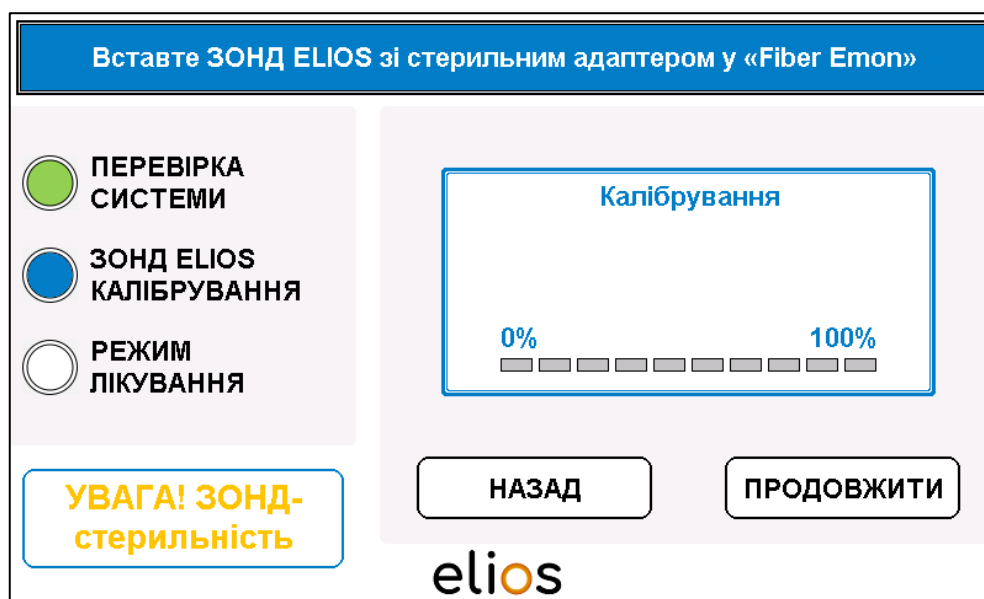

Рисунок 4.10. Введене волокно зі стерильним адаптером
- Операцію слід підтвердити кнопкою **«CONTINUE» (ПРОДОВЖИТИ)** (Рисунок 4.10).